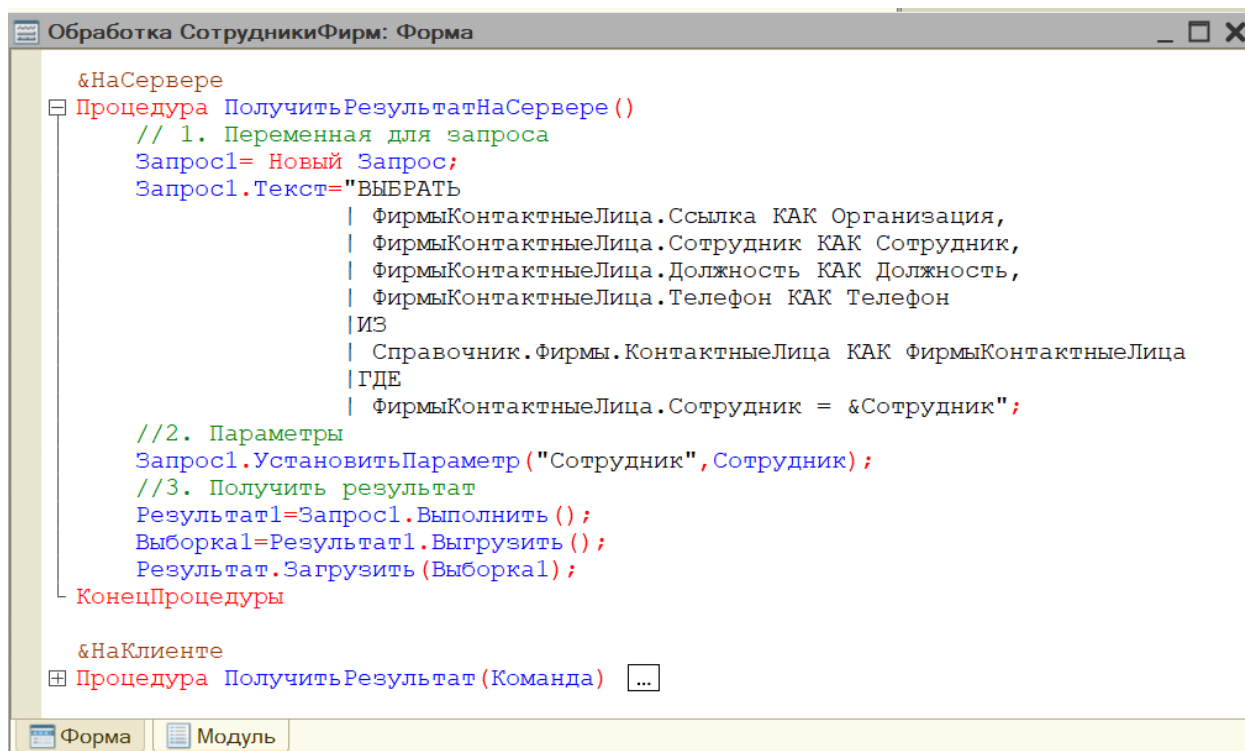

Рис. 5.48. Результат процедуры «ПолучитьРезультатНаСервере»
- Необходимо установить параметры запроса и переменную для получения результата (рис. 5.48).